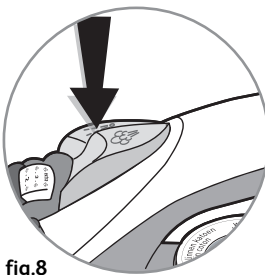

fig.8
- При глажении (с паром или без пара) несколько раз последовательно нажмите на кнопку пульверизатора , чтобы увлажнить белье (рис.8) и разгладить самые жесткие складки.